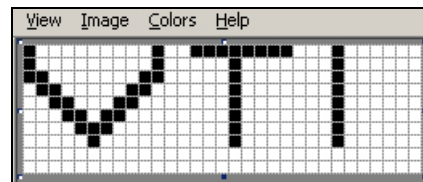

Abbildung 5-59: Logo, erzeugt mit Microsoft Paint
- 9 Drücken Sie die Taste *Enter* und das Logo erscheint auf dem Menübildschirm (siehe Abbildung 5-59).